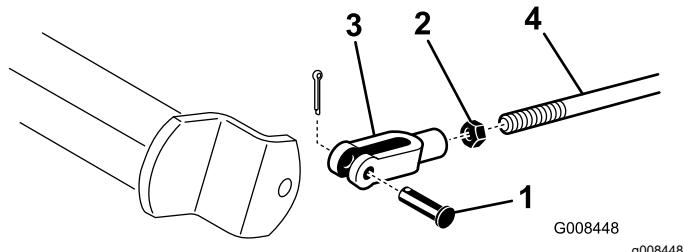

Figure 47
- A. Désaccouplez les tiges de frein en retirant la goupille fendue et l'axe de chape (Figure 47).
- B. Desserrez l'écrou de blocage et réglez la chape comme il convient (Figure 47).
- C. Montez la chape sur l'arbre de frein (Figure 47).